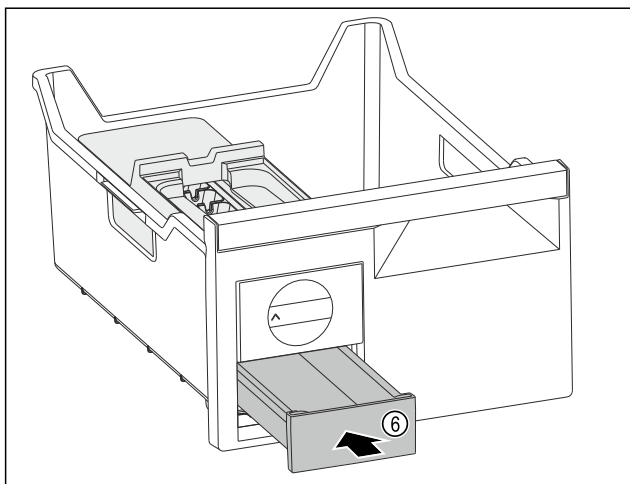

Fig. 125
- Встановіть форму для льоду Fig. 125 (6).